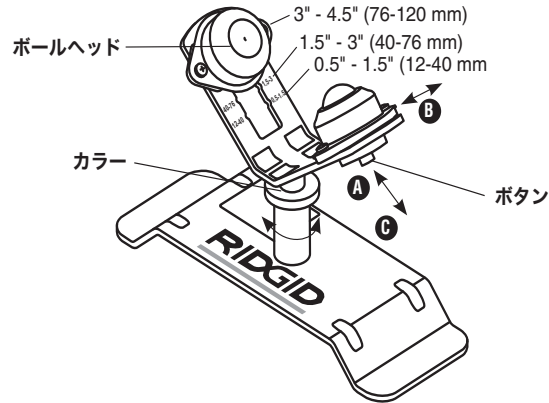

図 1 - PC116TS チューブスタンド
- b. ボールヘッドを適切なチューブサイズの位置にセットします (図 1 参照)。